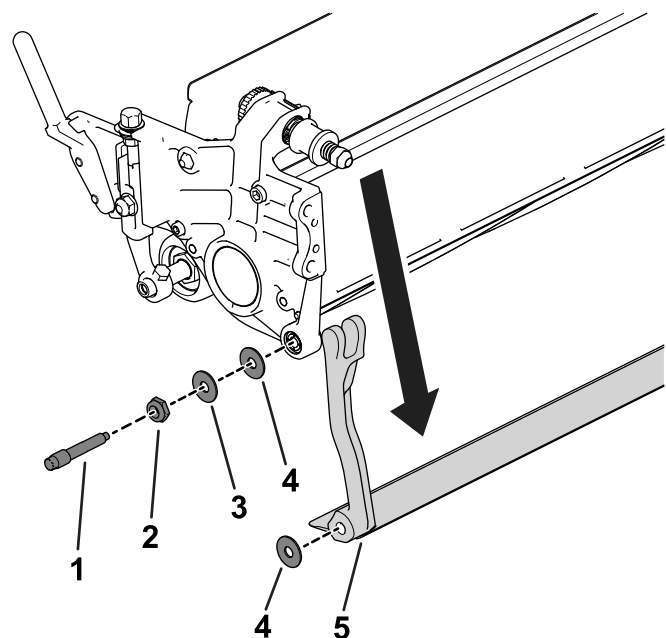

Figure 19
3. De chaque côté de la machine, desserrez le contre-écrou indiqué à la Figure 19.
4. Retirez les boulons de la barre d'appui afin de pouvoir abaisser la barre et la déposer de l'unité de coupe (Figure 19).
- Mettez de côté les 2 rondelles en acier et 1 rondelle en acier à chaque extrémité de la barre d'appui (Figure 19).
3. Placez une rondelle en nylon de chaque côté du bossage de la plaque latérale. Placez une rondelle en acier à l'extérieur de chaque rondelle en nylon (Figure 19).